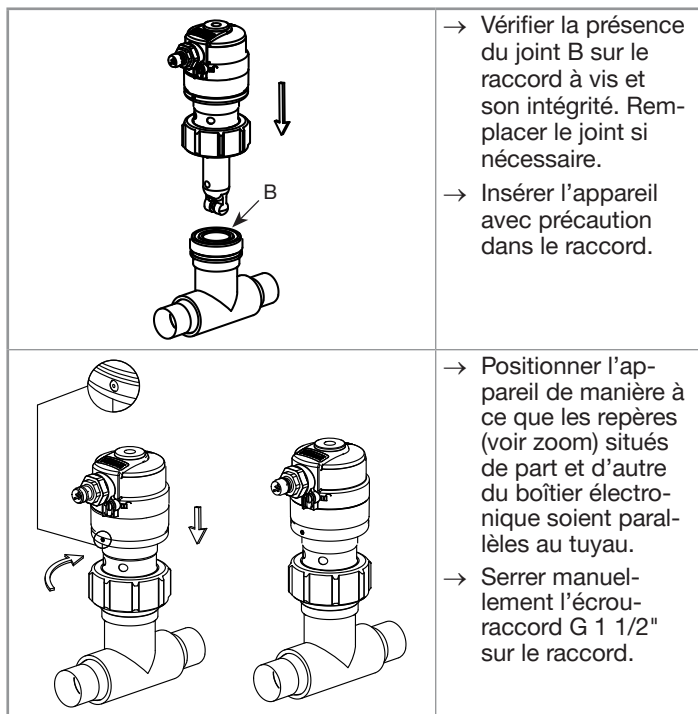

Fig. 10 : Installation de l'appareil sur un raccord
- Installer l'appareil sur le raccord (voir Fig. 10).
- Positionner l'appareil de manière à ce que les repères (voir zoom en Fig. 10) situés de part et d'autre du boîtier électronique soient parallèles au tuyau.